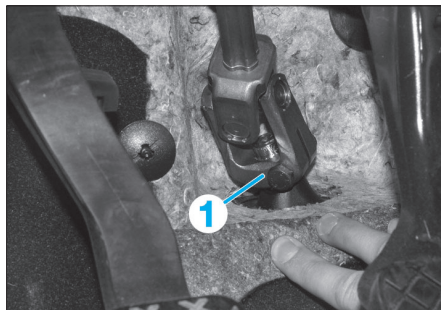

FIG. 111
- Déposer la vis (1) du cardan de la colonne de direction (Fig.111).